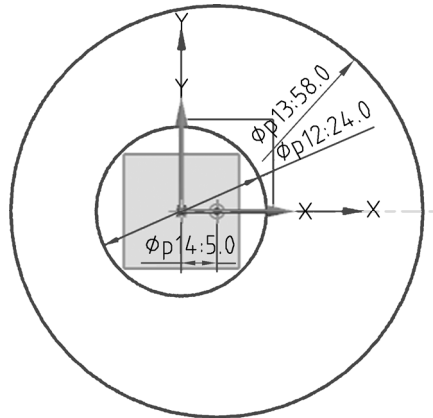

图 1-2-6 偏心圆
(2) 偏心圆绘制。点击【直接草图】→【圆】 \bigcirc 命令，绘制两个直径为 24 和 58 的圆，两个圆心距为 5，如图 1-2-6 所示。